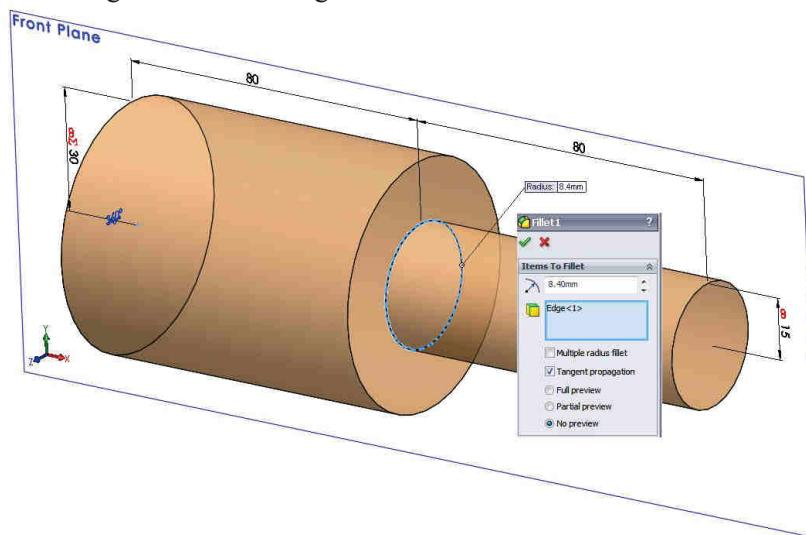

Fig. 11.7
- Se va selecta muchia din fig. 11.7, generând în zona grafică o previzualizare a racordării.
- Select the edge from fig. 11.7; a preview of the fillet appears in the graphics area.